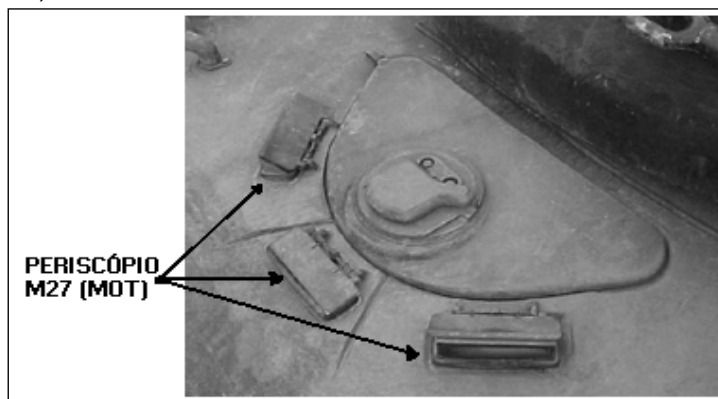

Fig 7-20. Periscópios do motorista
d. Periscópio M27 (Motr) - O periscópio M27 permite ao Motr observar e dirigir o veículo com a escotilha fechada. Os periscópios, em número de 3 (três), possuem vedação contra a penetração de água durante a passagem de vau. (Fig 7-20 e 7-21)